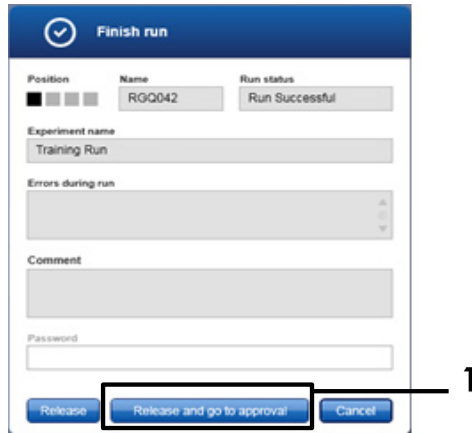

Figure 15. Fenêtre contextuelle « Finish run » (Terminer le cycle). 1 = « Release and go to approval » (Libérer et passer à l'approbation).
10. Cliquer sur « Release and go to approval » (Libérer et passer à l'approbation) pour entrer dans l'environnement « Approval » (Approbation) et libérer l'appareil Rotor-Gene Q MDx 5plex HRM. L'icône du RGQ en haut à droite de l'écran passe du vert au bleu, indiquant que l'appareil RGQ est prêt à effectuer un autre cycle. Que le cycle ait réussi ou non, l'appareil RGQ doit être libéré (Figure 15).